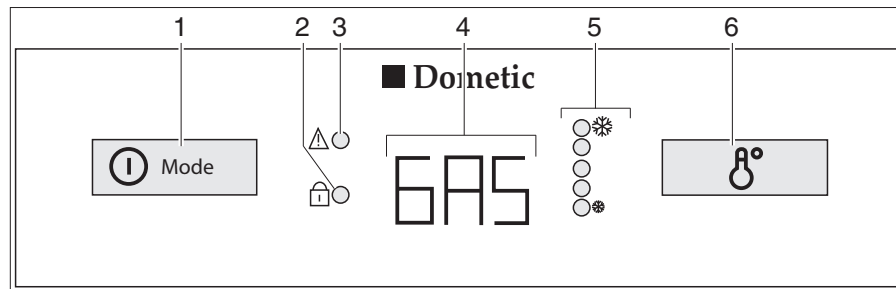

Fig. 353 Elementi di comando per il frigorifero (serie Dometic 8 con AES)
In caso di guasti il relativo indicatore LED "!" (Fig. 353,3) lampeggia.
Se l'alimentazione a 230 V **non** è allacciata e il motore del veicolo è **speinto**, il sistema AES seleziona il rifornimento di gas. Selezionando il funzionamento a gas, il dispositivo di sicurezza si apre automaticamente, così che il gas possa fluire al bruciatore. Contemporaneamente si inserisce l'accenditore elettronico. Se la fiamma del gas si spegne, p. es. a causa di un colpo di vento, l'accenditore viene subito azionato riaccendendo il gas. In caso di guasti nel funzionamento a gas, nell'indicazione di funzionamento (Fig. 353,4) lampeggia la scritta "GAS".
Dopo l'accensione il frigorifero seleziona automaticamente la regolazione intermedia del termostato. Questa impostazione può essere modificata manualmente con l'interruttore per la regolazione della temperatura (Fig. 353,6). Gli indicatori LED (Fig. 353,5) visualizzano la temperatura selezionata sul termostato. Con l'interruttore viene regolata la temperatura di refrigerazione per tutti i tre tipi di energia. Ci vogliono alcune ore prima che il frigorifero raggiunga la temperatura normale di esercizio. Cambiando la modalità di funzionamento la regolazione del termostato non viene modificata. La temperatura di refrigerazione è indipendente dal tipo di energia utilizzata.
- Premere l'inseritore/selettore di energia (Fig. 353,1) per 2 secondi, per accendere l'apparecchio. L'ultima modalità di funzionamento prescelta viene visualizzata nell'indicazione di funzionamento (Fig. 353,4).
- Con l'inseritore/selettore di energia (Fig. 353,1) selezionare il tipo di energia.
- Regolare la temperatura di refrigerazione sull'interruttore per la regolazione della temperatura (Fig. 353,6). Gli indicatori LED (Fig. 353,5) visualizzano la regolazione del termostato prescelta.
- Premere l'inseritore/selettore di energia (Fig. 353,1) per 2 secondi. Cancellare tutte le indicazioni.